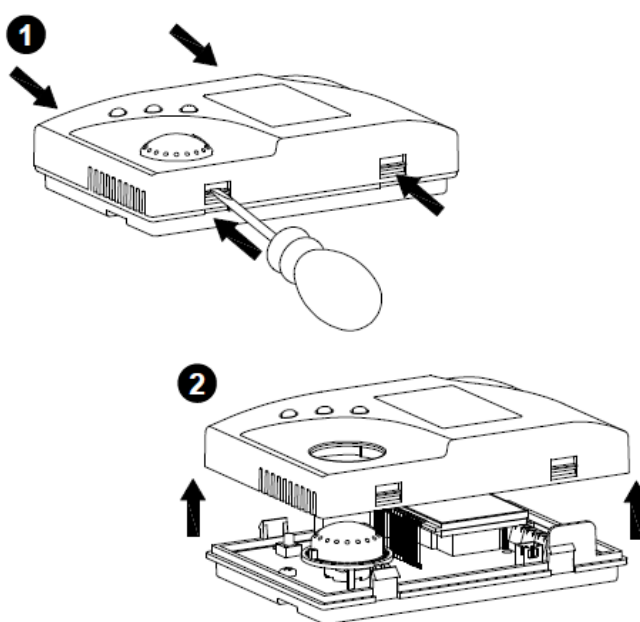

Fig 2: Borttagning av plastkåpan.
1. Ta bort frontluckan genom att trycka med en skruvmejsel på de fyra plasttänderna enligt Fig.2, tryck lätt mellan tanden och hålet i plasten, men inte direkt på tanden för att inte bryta av den. Ta bort frontluckan enligt Fig.2.
2. Ta bort frontluckan genom att trycka med en skruvmejsel på de fyra plasttänderna enligt Fig.2, tryck lätt mellan tanden och hålet i plasten, men inte direkt på tanden för att inte bryta av den. Ta bort frontluckan enligt Fig.2.